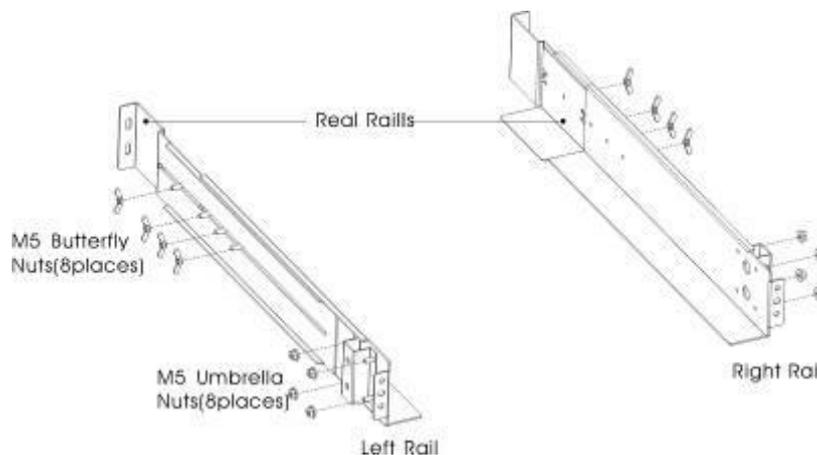

Abbildung 1: Sichern der Schienen
- *Bei der Installation von optionalen EBP(S) ist darauf zu achten, dass die EBP(S) direkt unter der USV installiert werden, so dass die gesamte Verkabelung zwischen den Gehäusen hinter den vorderen Abdeckungen verlegt und für den Benutzer unzugänglich ist.*
(1) So montieren Sie den Schienensatz
- a) Montieren Sie die linke und rechte Schiene an den hinteren Schienen wie in Abbildung 1 dargestellt. Ziehen Sie die Schrauben nicht fest. Passen Sie die Schienen an die Tiefe Ihres Regals an.
- c) Ziehen Sie die vier M5-Hutmutter an der Seite der Schienenbaugruppe fest (siehe Abbildung 1).